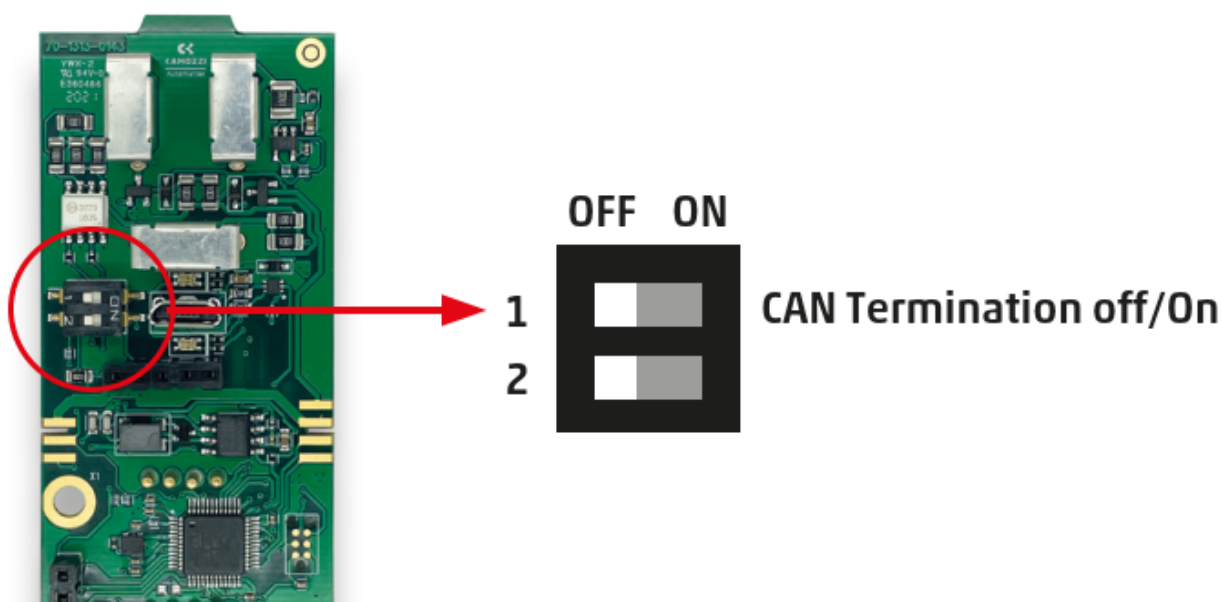

Figura 5.1: Interruttore per abilitare la resistenza di terminazione CANopen
Nel caso in cui il dispositivo sia l'ultimo nodo della rete è necessario abilitare la resistenza di terminazione della linea di comunicazione tramite l'apposito interruttore presente sul modulo testa sotto il coperchio in plastica (vedi figura 5.1).
- Terminazione rete: i nodi agli estremi della rete devono aver abilitata la resistenza di terminazione (vedi figura 5.1), nell'esempio del posizionatore a doppio effetto la rete è composta da solo due nodi dunque deve essere abilitata su entrambi.